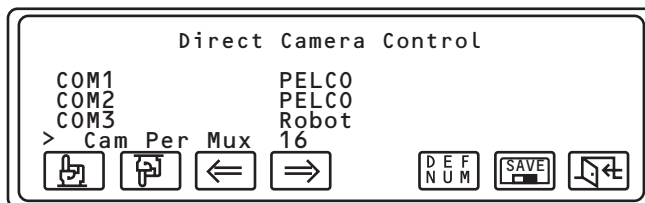

Figura 25. Telecamere per multiplexer
5. Immettere il numero di telecamere da collegare al MUX. La Figura 25 mostra 16 telecamere.